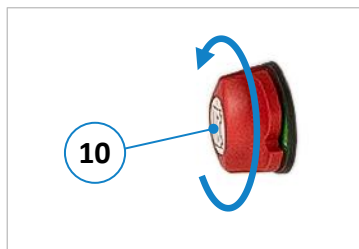

Abbildung 8: Hauptschalter sichern
- Den Hauptschaltergriff durch Drehbewegung in Pfeilrichtung in die „OFF“ Stellung bringen (siehe ⇒ Abbildung 8).